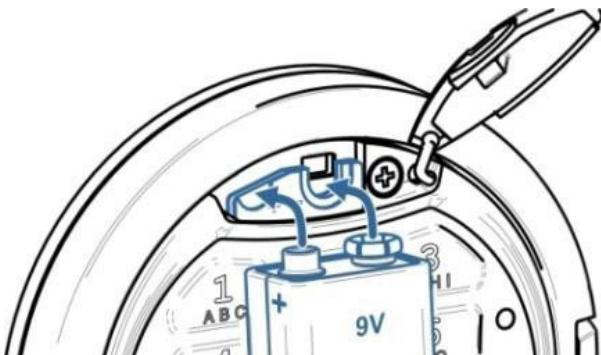

Fig. 7.3
- Haga presión con la pila nueva sobre los pinos de alimentación de emergencia y fíjela en esta posición (véase Fig.7.3).